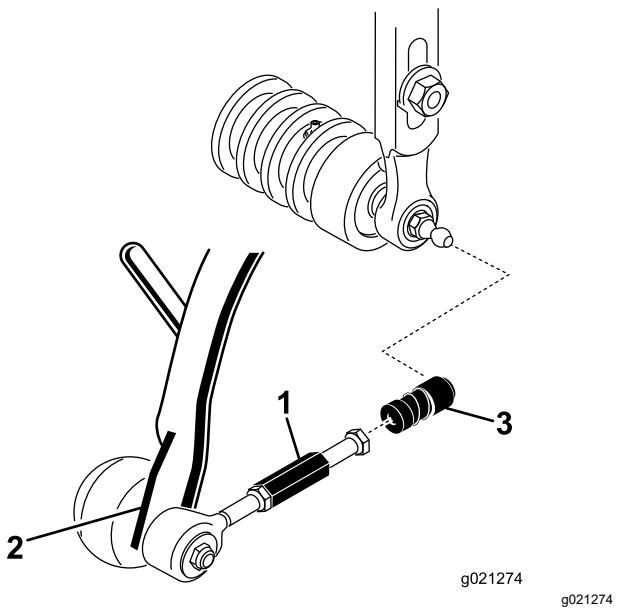

図 8
3. ボールジョイントのレシーバのスリーブを後ろにずらし、レシーバをカッティングユニットのボールスタッドに嵌め合わせる図 8。